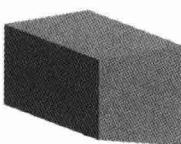
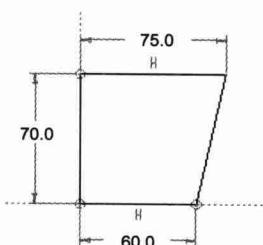
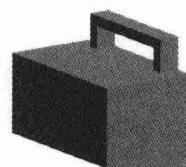

图 2.2 拉伸 1
图 2.3 截面草图
图 2.4 伸出项 标识 66
Step2. 创建图 2.2 所示的实体拉伸特征——拉伸 1。
(1) 选择下拉菜单 **插入(I)** → **拉伸(E)...** 命令。
(2) 在绘图区中右击，从弹出的快捷菜单中选择 **定义内部草绘...** 命令，系统弹出“草绘”对话框；选取 RIGHT 基准平面为草绘平面，选取 TOP 基准平面为参照平面，方向为 **左**；单击对话框中的 **草绘** 按钮。
(3) 进入草绘环境后，绘制图 2.3 所示的截面草图。完成后单击“完成”按钮 **✓**。
(4) 在操控板中选取深度类型 **上**，再在深度文本框中输入深度值 115.0，并按回车键。单击“完成”按钮 **✓**，完成特征的创建。
Step3. 创建图 2.4 所示的扫描特征——伸出项 标识 66。